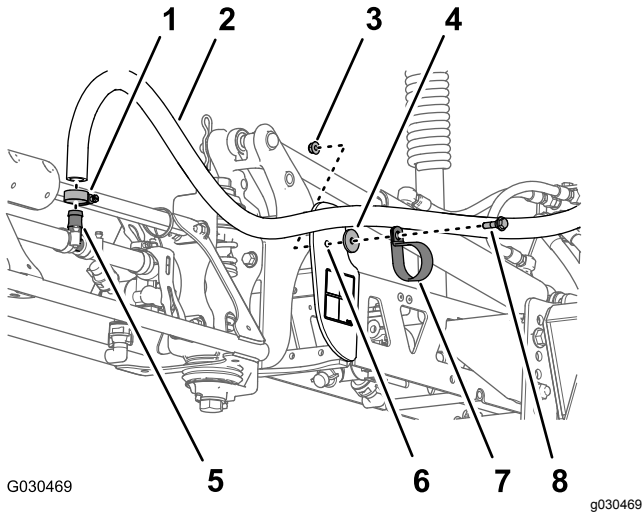

图 61
1. 在打药车喷洒臂段前侧拧下将喷洒臂软管固定至中央喷洒臂段框架的 R 形夹、轴肩螺栓 5/16 英寸、垫圈 5/16 和凸缘锁紧螺母 5/16 英寸 图 61。
2. 从宝塔 T 形接头取下软管夹和喷洒臂软管 图 61。